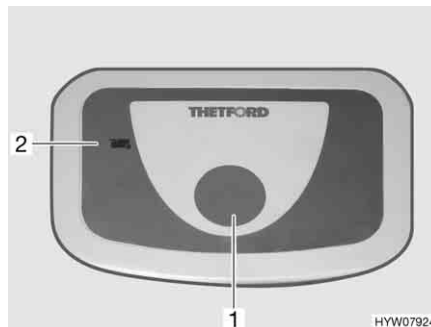

Fig. 99 Pulsante dello sciacquone/spia di controllo toilette Thetford
- Per sciacquare premere il pulsante blu (Fig. 99,1).
La spia di controllo (Fig. 99,2) si accende quando il serbatoio fecale deve essere svuotato.